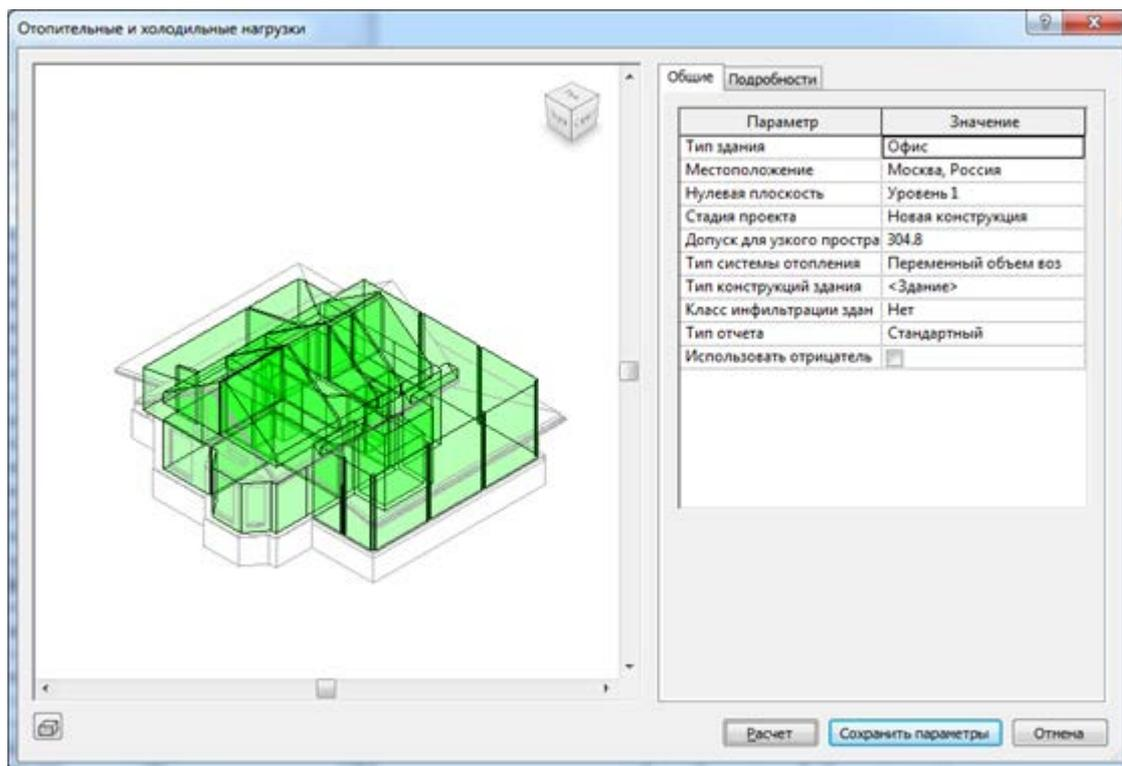

Рисунок 3.35 Диалог Отопительные и холодильные нагрузки
Для определение свойств наружных стен, необходимо в вызвать диалоговое окно Отопительные и холодильные нагрузки (Анализ->Отчеты и спецификации->Отопительные и холодильные нагрузки (LO) (рисунок 3.35). Далее нужно нажать во вкладке «Общие» в строке «Тип конструкций зданий» в